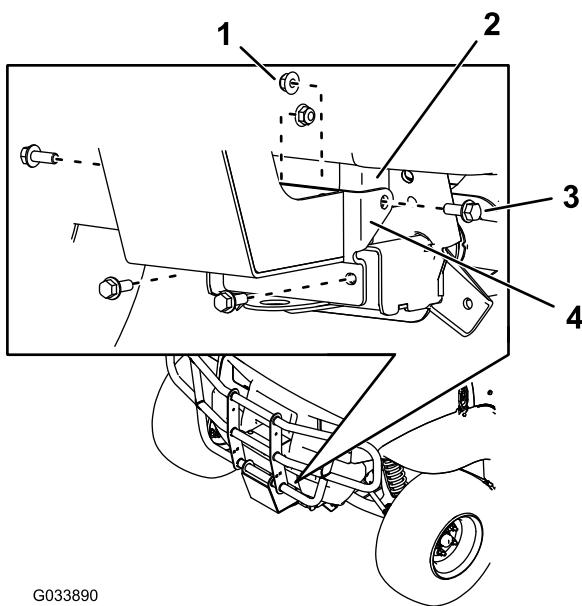
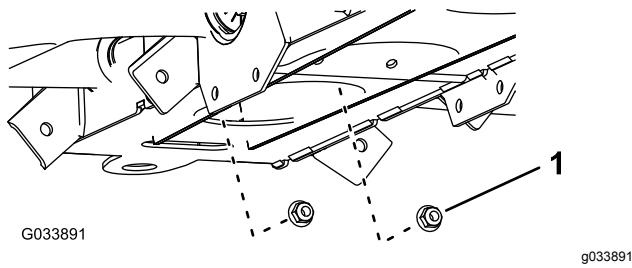

Рисунок 8
Рисунок 9
6. Установите нижний кронштейн ограждения щетки на опорный кронштейн бампера с помощью 4 болтов (3/8 x 1") и 4 гаек (3/8"), как показано на Рисунок 8 и Рисунок 9.